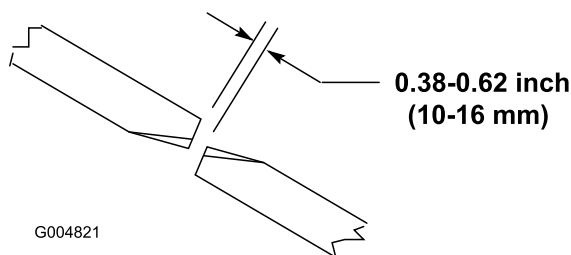

Figura 25
Para garantir o correto funcionamento da plataforma do cortador, tem que haver uma folga de 10 a 16 mm entre as extremidades das lâminas das plataformas do cortador lateral e central (Figura 25).
- Rode a lâmina central e a lateral adjacente de forma a que as suas extremidades fiquem alinhadas. Meça a distância entre as pontas das lâminas (Figura 25).